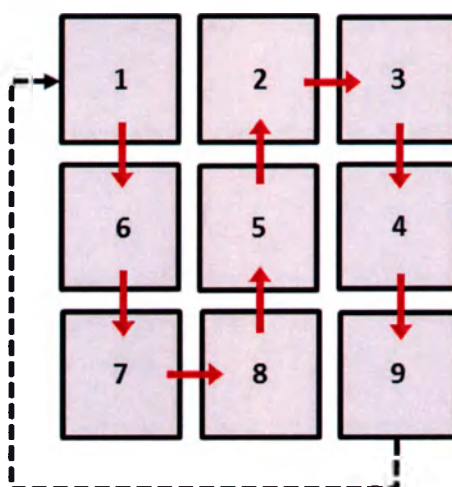

Рис. 29: Цикл № 1 – Этап № 2 **«Вертикальная змейка»**
- Обработайте каждый сектор зоны (с 1 по 9) двумя наложенными импульсами **«Вертикальной змейкой»** (см. Рис. 29). Продолжайте обрабатывать каждый сектор зоны (с 1 по 9) одним наложенным импульсом **«Вертикальной змейкой»** до тех пор, пока общая длительность процедуры не достигнет пяти минут.